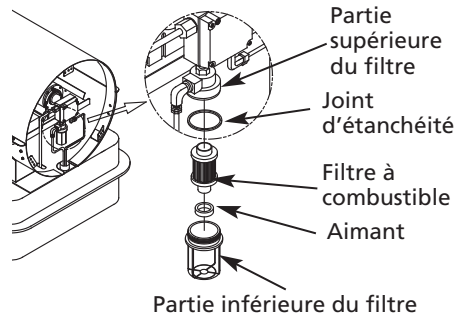

Figure 19 – Filtre de la pompe à combustible
- Déposer le filtre à combustible, le joint d'étanchéité, l'aimant de la partie inférieure du filtre (voir la Figure 19).